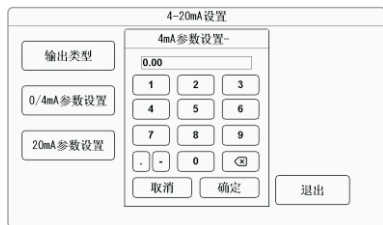

图2-14
- ◆ 0-4mA参数设置: 点击0-4mA参数设置弹出如图2-14所示界面, 可修改参数值, 选定后按【确定】键确认。